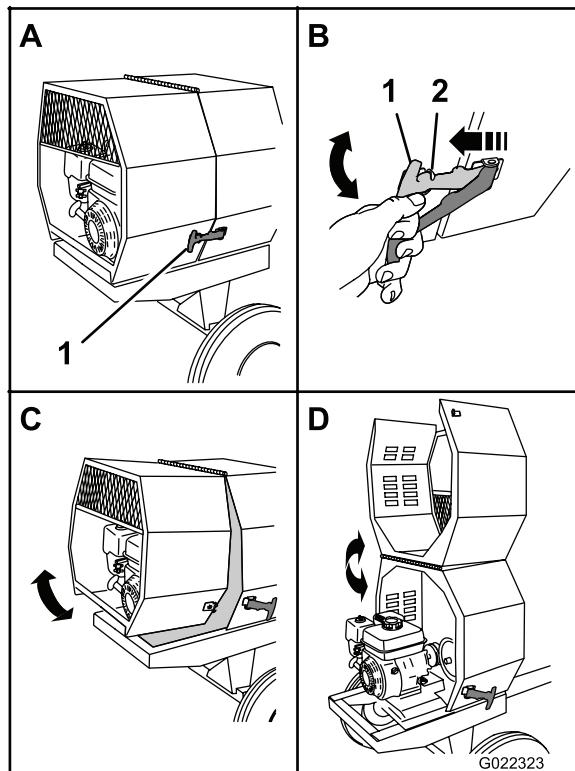

Figure 24
1. Du côté de la machine où les capots avant et arrière se rencontrent, tirez la fermeture et dégagerez-la de son ancrage sur le capot arrière (Figure 24).
3. Faites pivoter le capot arrière vers le haut et l'avant jusqu'à ce qu'il repose sur le capot avant (Figure 24).
1. Faites pivoter le capot arrière vers l'arrière et le bas jusqu'à ce que le récepteur situé en bas et au centre du capot soit aligné sur le cadre de la machine (Figure 24).
3. Répétez l'opération 2 de l'autre côté de la machine (Figure 24).